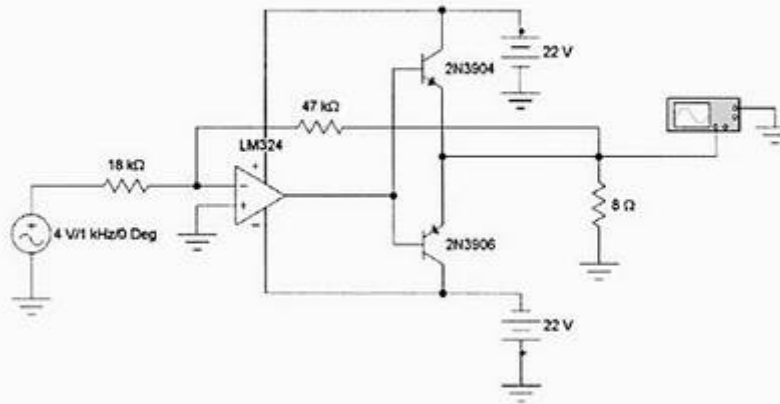

Figura 15.33 Amplificador amp-op classe B.
A Figura 15.33 mostra um amplificador amp-op push-pull que oferece uma saída ca para uma carga de 8Ω . Conforme mostrado, o amp-op oferece um ganho de:
- * 28. Utilize o EWB para desenhar o esquema de um amplificador amp-op classe B, como na Figura 15.33. Utilize $R_1 = 10$ kΩ, $R_F = 50$ kΩ e $V_i = 2,5$ V(p). Determine a eficiência do circuito.